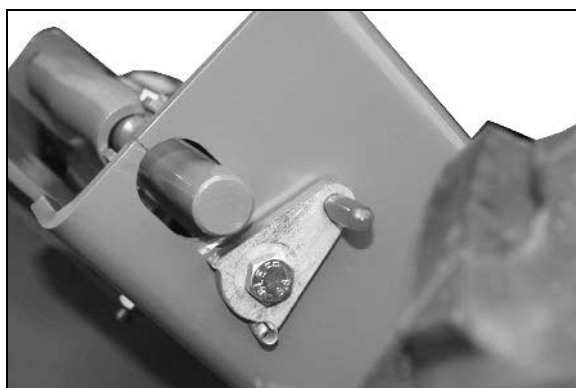

Fig. 24
3. Sicherungshebel entsprechend Fig. 24 verschwenken.